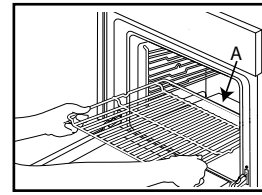

Fig. 1
1. Introduzca la rejilla en posición horizontal con la barra de tope "A" orientada hacia arriba (Fig. 1).